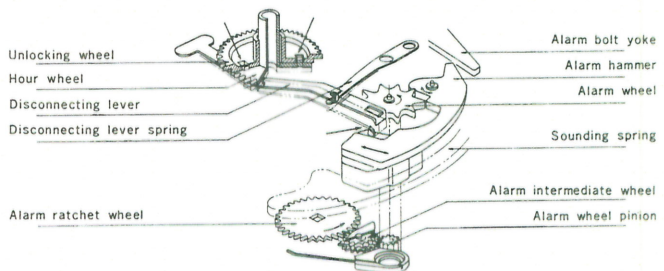

Fig. 16
**Ringling the bell (Fig. 16)**